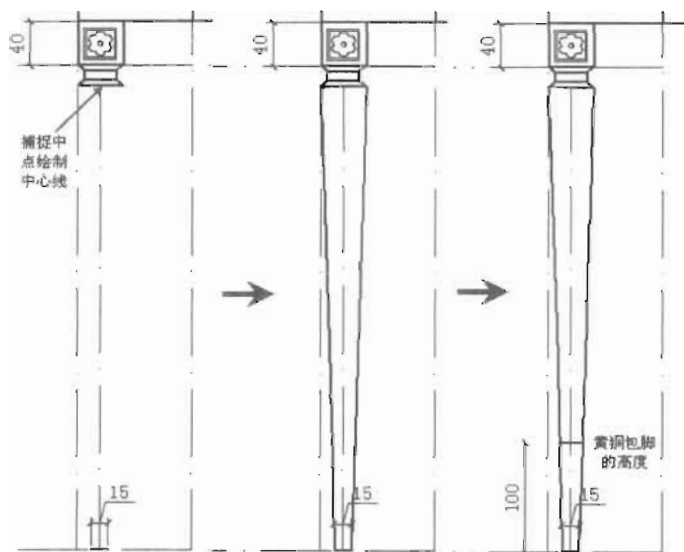

图 10-179
(10) 柜子脚最下边的宽度为 15, 可以先绘制一条柜脚的中心线, 再绘制一条长度为 15mm 的线段, 然后将该线段的中点移动到中心线的下方端点上, 在连接上下两条水平线两端, 最后将下方的线段向上偏移 100mm, 绘图过程如图 10-179 所示。